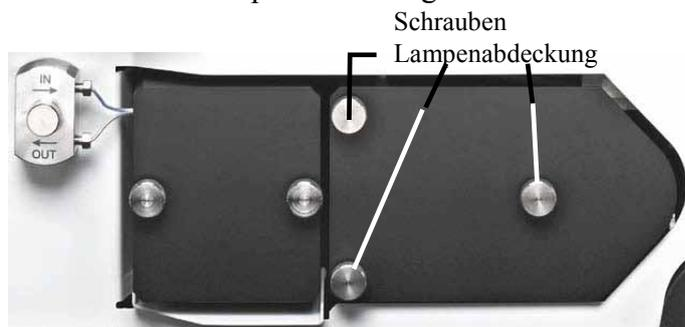

Abb. 34: Abdeckung Lampenhaus
9. Verschließen Sie das Lampenhaus wieder mit der Abdeckung (→ Abb. 34). Führen Sie dabei die Kabel durch die vorgesehene Aussparung an der Innenseite der Abdeckung, damit die Verbindungskabel der Lampen nicht unter der Lampenabdeckung eingeklemmt werden.